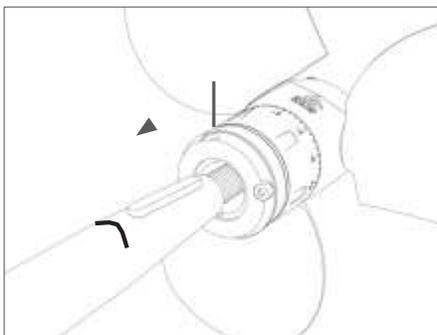

FIG. 13 Inserte la hélice en el eje con la chaveta
- Inserte el conjunto completo de la hélice en el eje portahélice (**Fig. 13**) y manténgalo en posición antes de fijarlo.